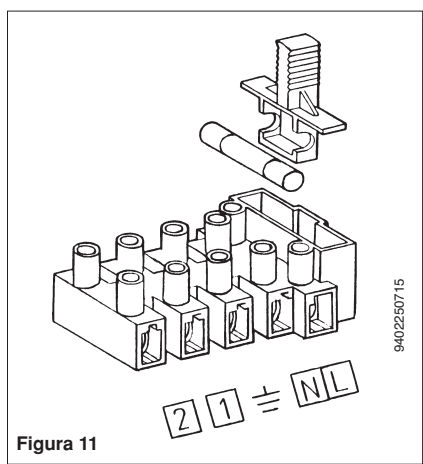

Figura 11
- acceder al tablero de bornes de alimentación (figura 11) como descrito en el capítulo precedente;
- eliminar el puente sobre los bornes (1) y (2);
- chegar ao quadro dos terminais de alimentação (figura 11) como descrito no capítulo precedente);
- tirar a ligação em ponte presente nos terminais (1) e (2);